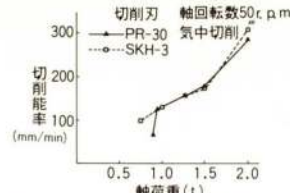
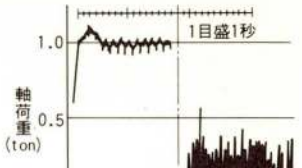

図2 PR-30とSKH-3 軸荷重一切削能率
図5 PR-30 軸荷重一切削量一軸トルク
実験結果および検討 実験結果を、図2～図5に示す。切削能率は、軸荷重、および軸回転数の増加に対応し
(1) 気中実験
① 切削能率について：超硬切削刃、および高速度鋼切削刃の切削能率は、軸荷重1.25 t、軸回転数50 r.p.m.において両者とも、約160 mm/minであった(図2参照)。この値は、阪急9期工事作業所の実機切削能率65 mm/minの約2.5倍である。しかし土の影響を考えると、この倍率はいく分か低下すると思われる。
② 切込量と、軸荷重および軸トルクについて：図5より、切込量は軸荷重に、ほぼ比例して増加していた。また、軸トルクは回転数の影響をほとんど受けないことが分かった。
③ 超硬切削刃と、高速度鋼切削刃について：図2から、両者の切削能率の相違はほとんどなかったが1 t以下では、若干、高速度鋼切削刃が優れていた。これは刃先の鋭利さ、および切れ味の違いによるものと考えられる(写真1参照)。